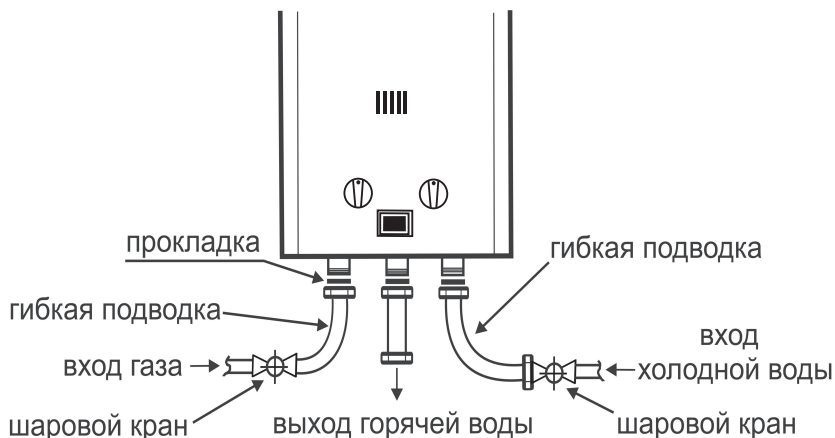

Рис. 7.
2. Установка газовых и водопроводных труб (рис. 7).